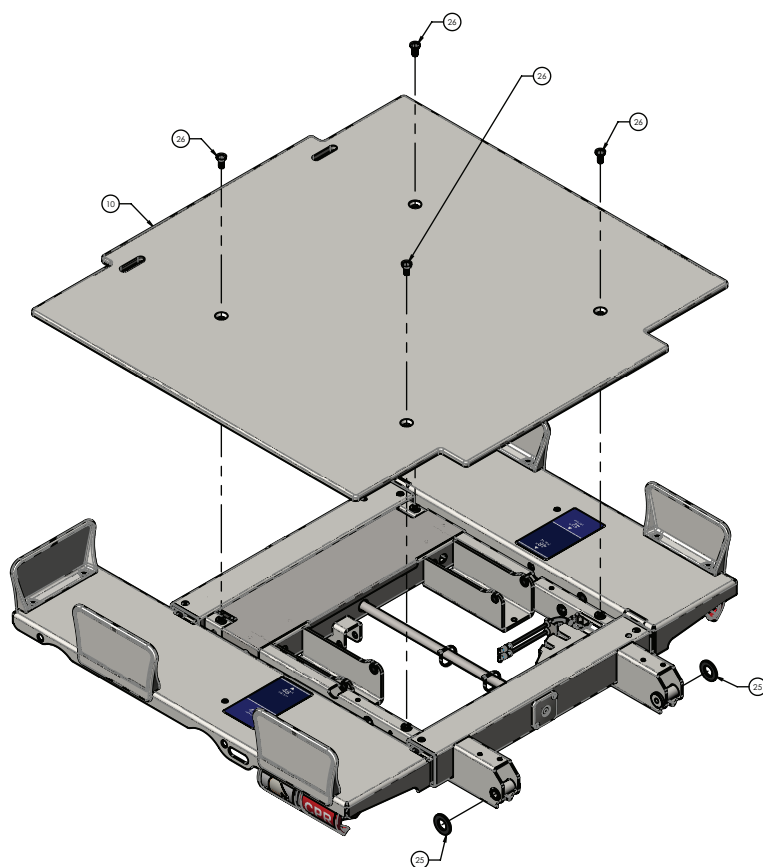

Figure 15 – Remplacement de la carte DPM, tête
9. À partir de la tête gauche, utiliser une clé Torx T40 pour retirer et conserver les quatre vis (26) qui fixent la surface du plan de couchage du relèvement-buste (10) au châssis du relèvement-buste (Figure 15). Retirer et conserver la surface du plan de couchage du relèvement-buste.